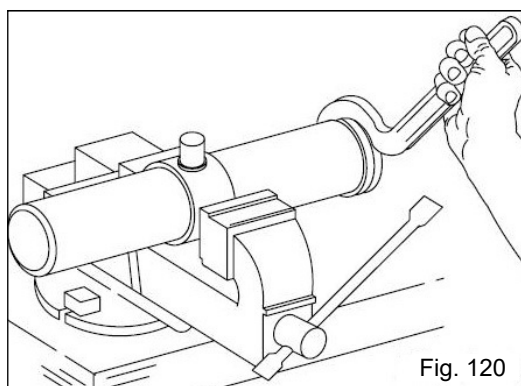

Fig. 120
- a) Fixe o cilindro em uma morsa (Fig. 120) e, com uma chave especial, solte a porca do guia, retirando a haste com o êmbolo.